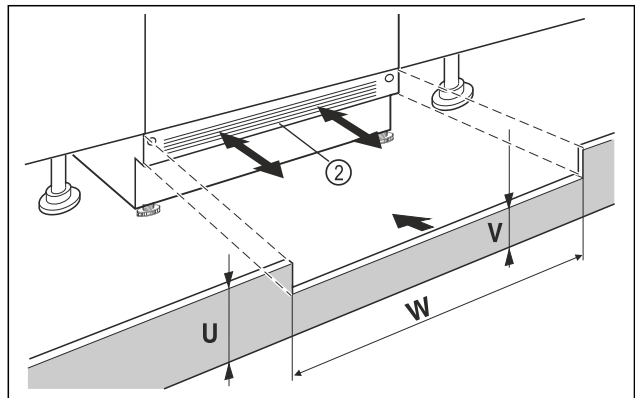

Fig. 12 Примерное изображение
- ▶ Установите цокольную панель устройства Fig. 12 (2), но еще не фиксируйте ее.
- ▶ Если цокольную панель Fig. 12 (2) видно, потяните её вперед настолько, пока передний край вентиляционной решетки не станет вровень с цокольной панелью мебели.
- ▶ Если цокольная панель Fig. 12 (2) скрыта, сдвиньте её назад как можно дальше.
- ▶ Вентиляционное отверстие должно быть полностью открытым: При необходимости следует подрезать цокольную панель мебели по высоте Fig. 12 (U)!
- ▷ Подгоните высоту мебели по высоте Fig. 12 (W) по всей ширине ниши Fig. 12 (V) под цокольной панелью устройства Fig. 12 (2).